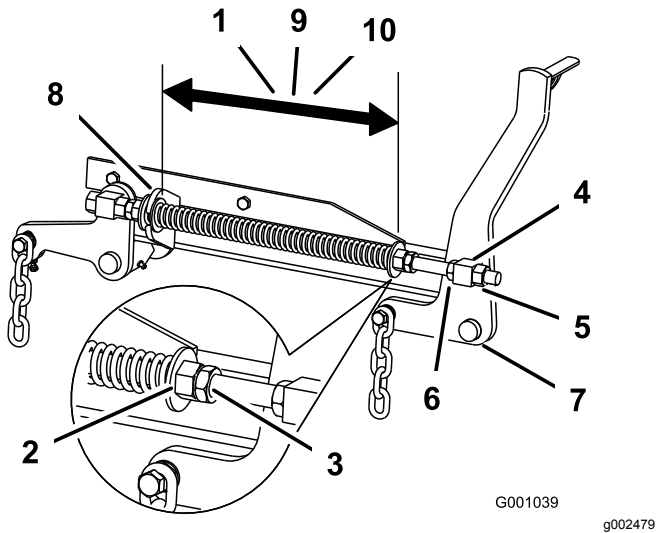

Figure 95
- Vérifiez que les deux grandes rondelles sont espacées de 28,2 cm (11 $\frac{1}{8}$ po) pour les tabliers de coupe de 132 cm (52 po), de 26,7 cm (10 $\frac{1}{2}$ po) pour les tabliers de coupe de 152 cm (60 po), ou de 29,2 cm (11 $\frac{1}{2}$ po) pour les tabliers de coupe de 183 cm (72 po) (Figure 95).
- Réglez cette distance en desserrant l'écrou de blocage du ressort et en tournant l'écrou devant chaque ressort (Figure 95).
- Bloquez l'écrou en position en serrant l'écrou de blocage du ressort (Figure 95).